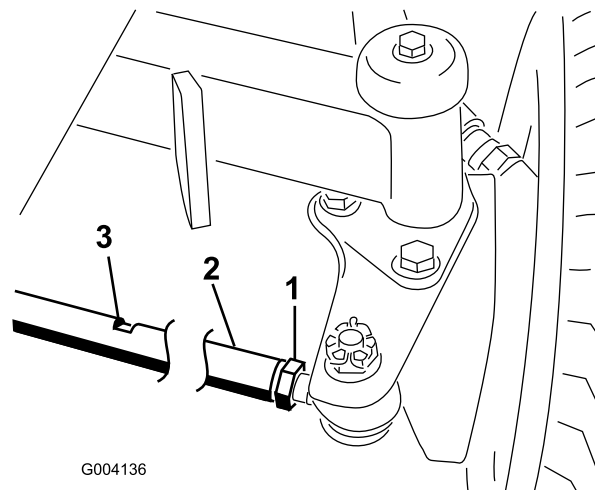

Figure 65
2. Desserrez l'écrou de blocage à chaque extrémité de la biellette (Figure 65).